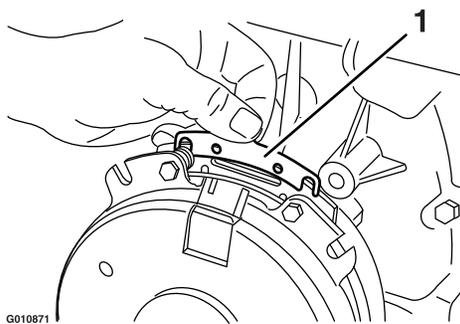

Рисунок 83
- В. Удерживая выступ острогубцами или рукой, снимите регулировочную прокладку (Рисунок 83).
Удалите с решетки радиатора двигателя скопившуюся траву, грязь и другие загрязнения. Это обеспечит надлежащее охлаждение и правильную частоту вращения двигателя, снизит вероятность перегрева и механических повреждений двигателя (Рисунок 83).